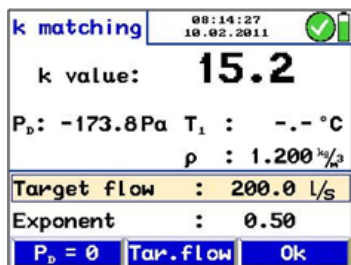

Fig. 24: Meny "K-värdesmatchning"
- Välj knappen "Målflöde" i menyraden (se Fig.24).
Tryck på $P_D = 0$ (i menyraden, se Fig.24) för att nollställa tryckgivaren.